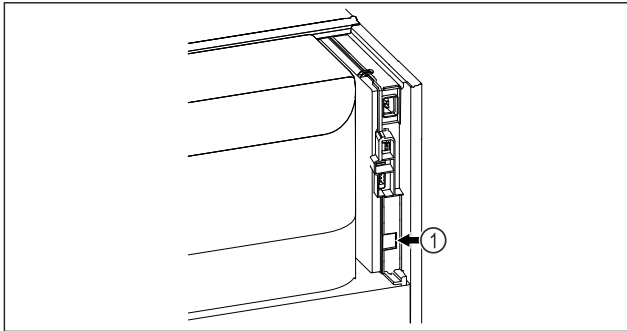

Fig. 96
- ☐ A SmartModule Fig. 96 (1) be van helyezve.